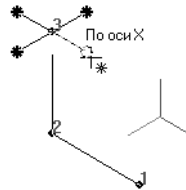

Рис. 97.2. Указание координатной оси в окне модели
- ▼ использовать изображение координатных осей рядом с построенной вершиной в окне модели (рис. 97.2).
- ▼ использовать изображение координатных осей рядом с построенной вершиной в окне модели (см. рис. 97.2); при этом автоматически будет активизирован переключатель группы **Оси**, соответствующий новому направлению.